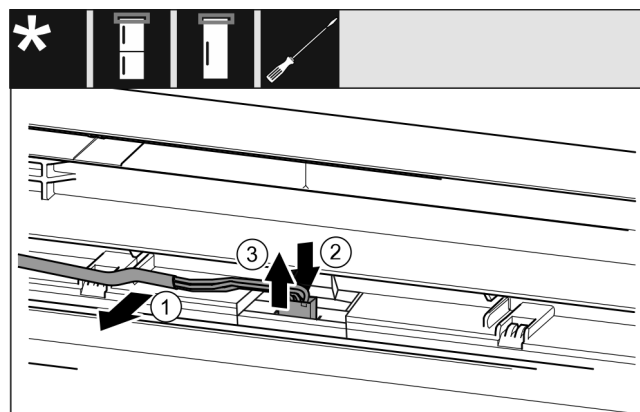

Fig. 21 Kombinált hűtő-fagyasztókészülékek / fagyasztókészülékek / hűtőkészülékek
- ▶ Óvatosan vegye ki a kábelt Fig. 21 (1) az ajtóban lévő vezetősínből.*
- ▶ Nyomja hátra a dugó alatti fedőlemezt Fig. 21 (2)*
- ▶ Óvatosan húzza ki felfelé a dugót Fig. 21 (3)*